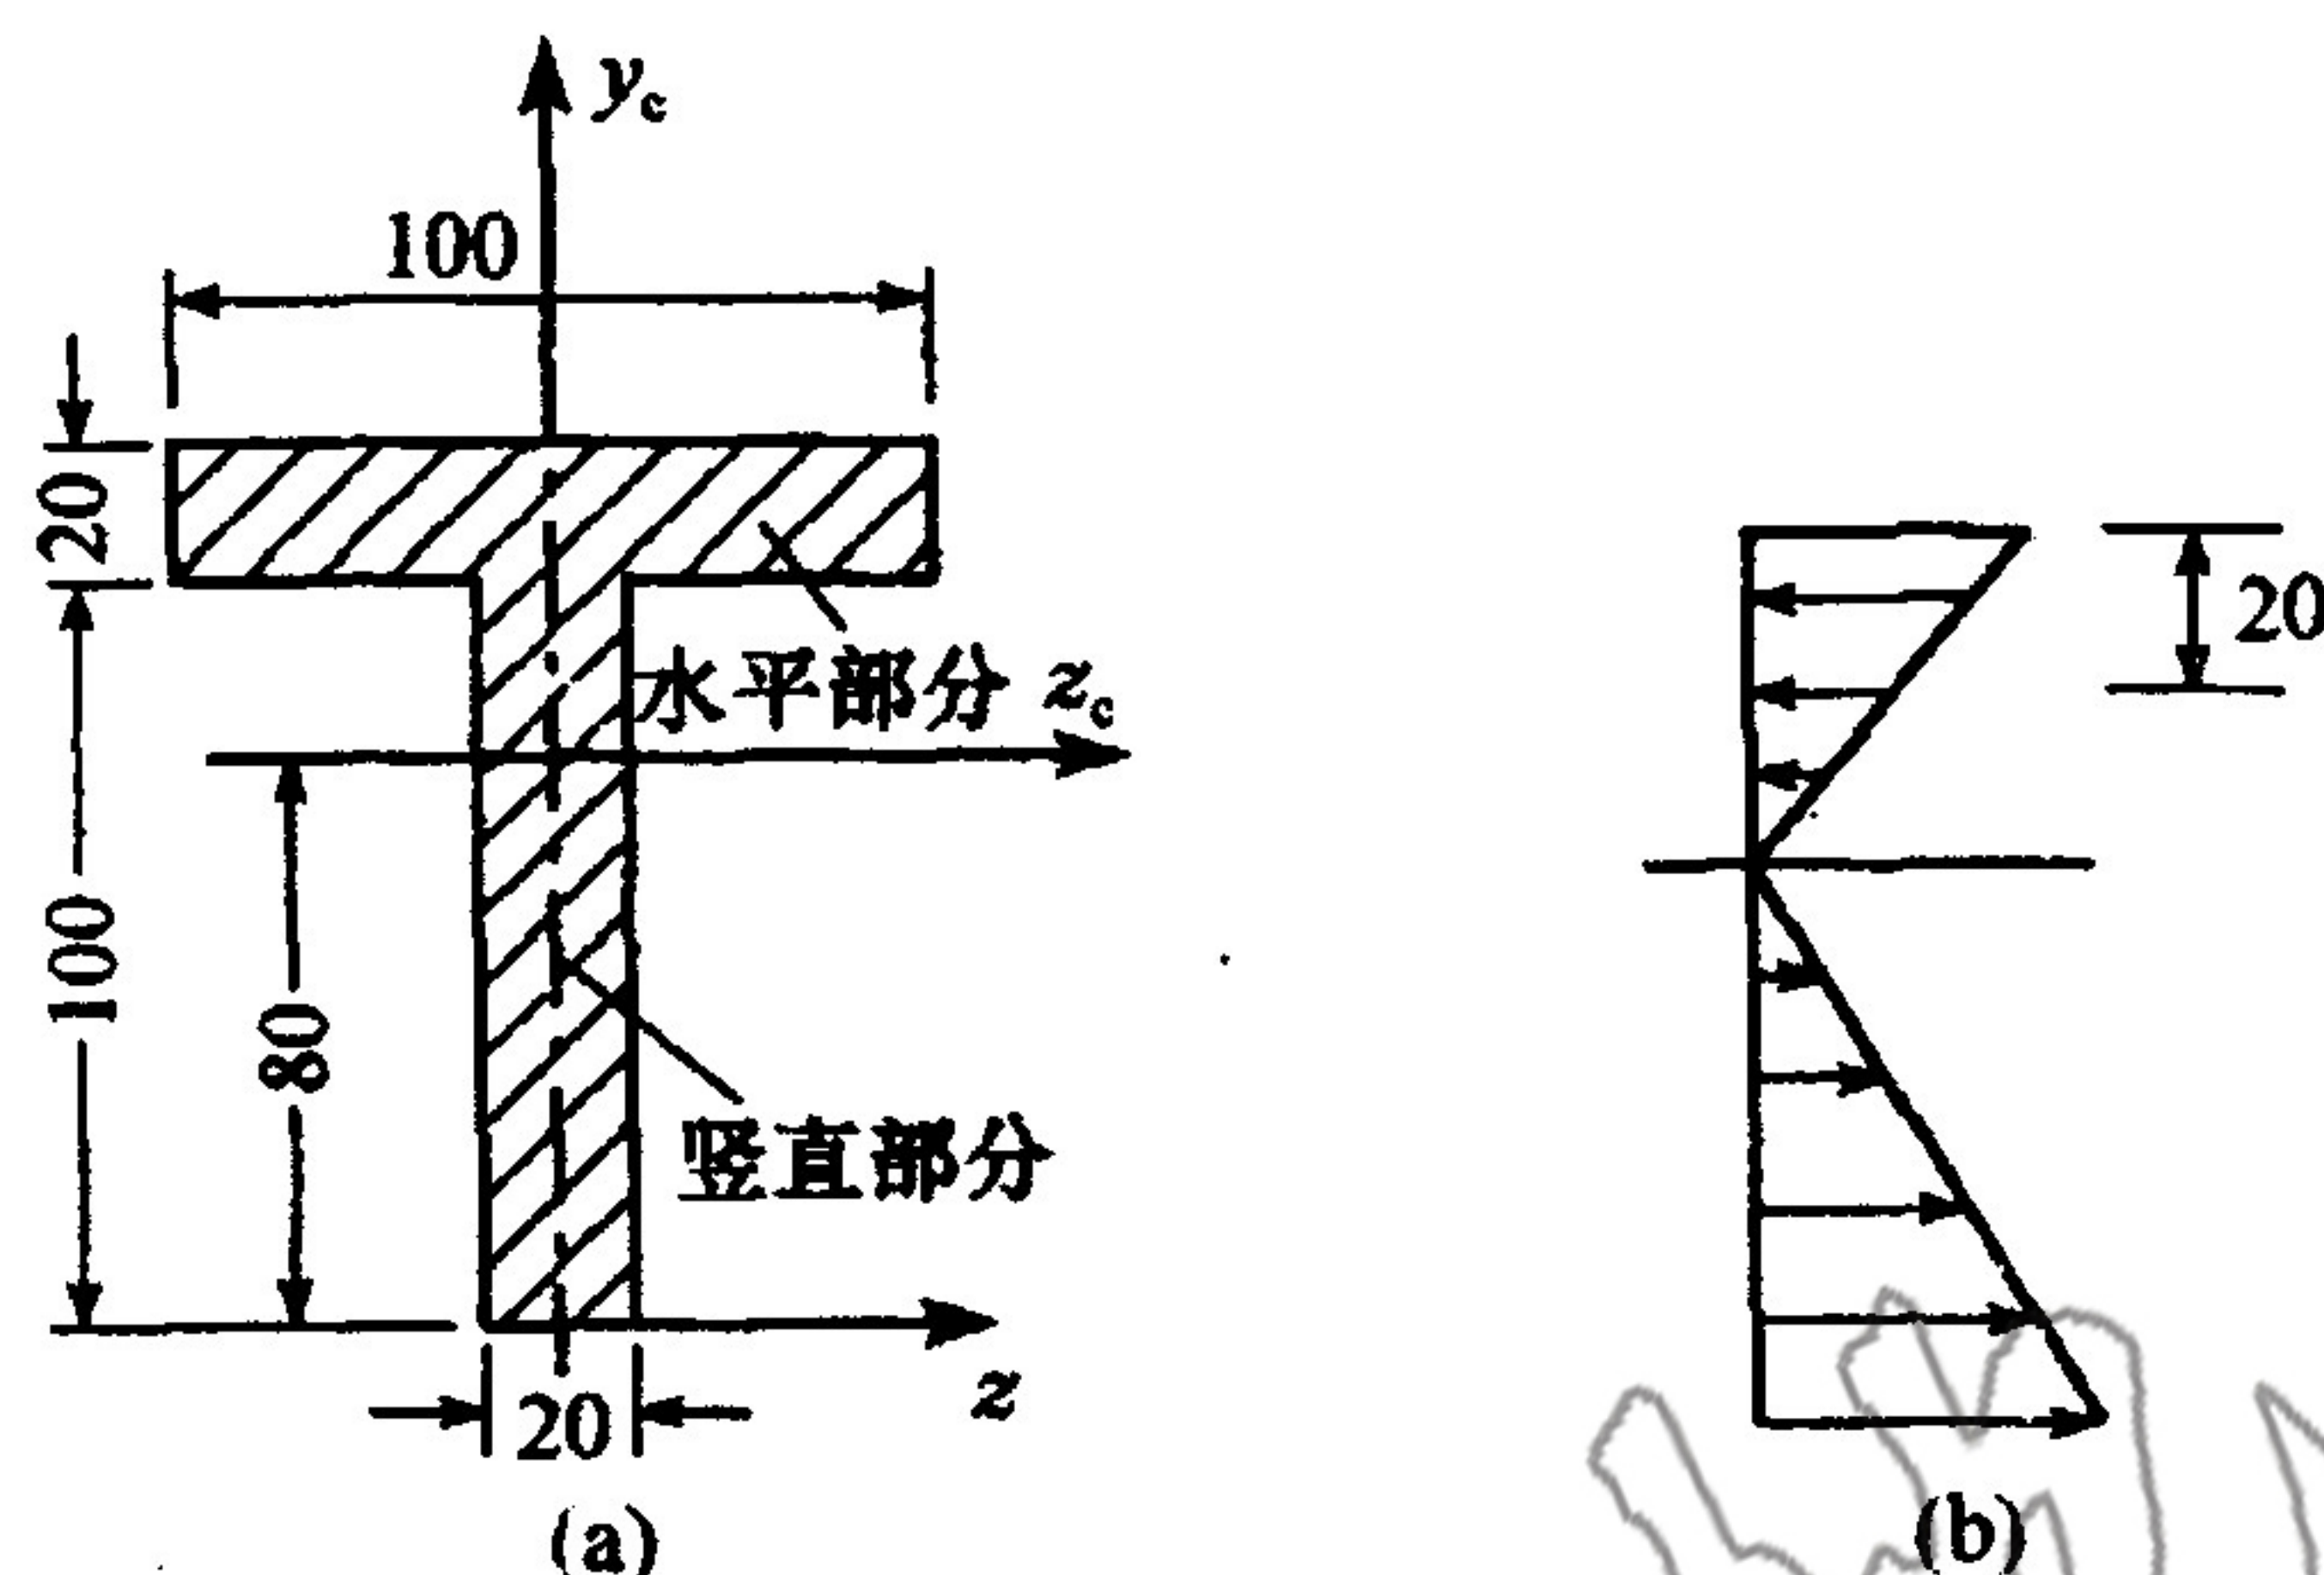

图 4.5
4.5 图 4.5(a) 所示 T 形截面梁，设该截面上的内力仅有正弯矩  $M$ ，试求 T 形截面的竖直部分 ( $100\text{mm} \times 20\text{mm}$ ) 和水平部分 ( $100\text{mm} \times 20\text{mm}$ ) 各承担弯矩  $M$  的百分比。(15 分)